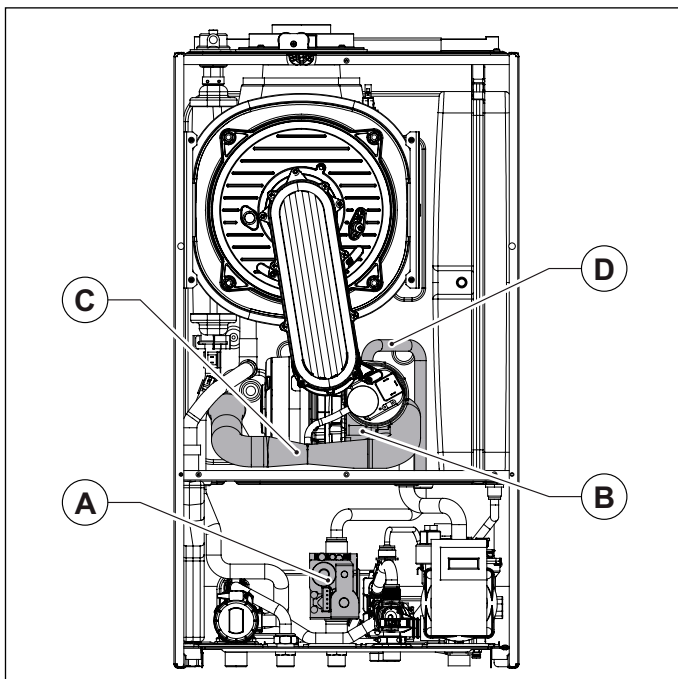

Fig. 36 Silenciador de aspiración
- Quitar la cámara de aspiración, teniendo cuidado de desatornillar primero el tornillo que la fija al mezclador (ver Fig. 36 Silenciador de aspiración).
- Desconectar el tubo de gas del mezclador (ver Fig. 36 Silenciador de aspiración).